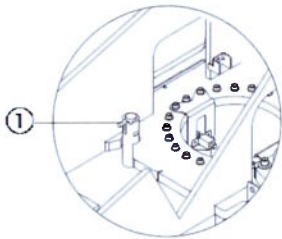

Figura 10-1 Pasador de bloqueo giratorio de la mesa giratoria
- 6) Como se muestra en la Figura 10-1, antes de transportarlo, asegúrese de fijar la mesa giratoria con un bloqueo giratorio para mesa giratoria. Asegúrese de que la mesa giratoria se desbloquee durante la operación.
- 1) Cada vez que se transporta la máquina, se debe bloquear la mesa giratoria con un pasador de bloqueo de la mesa giratoria, como se muestra en la Figura 10-1.